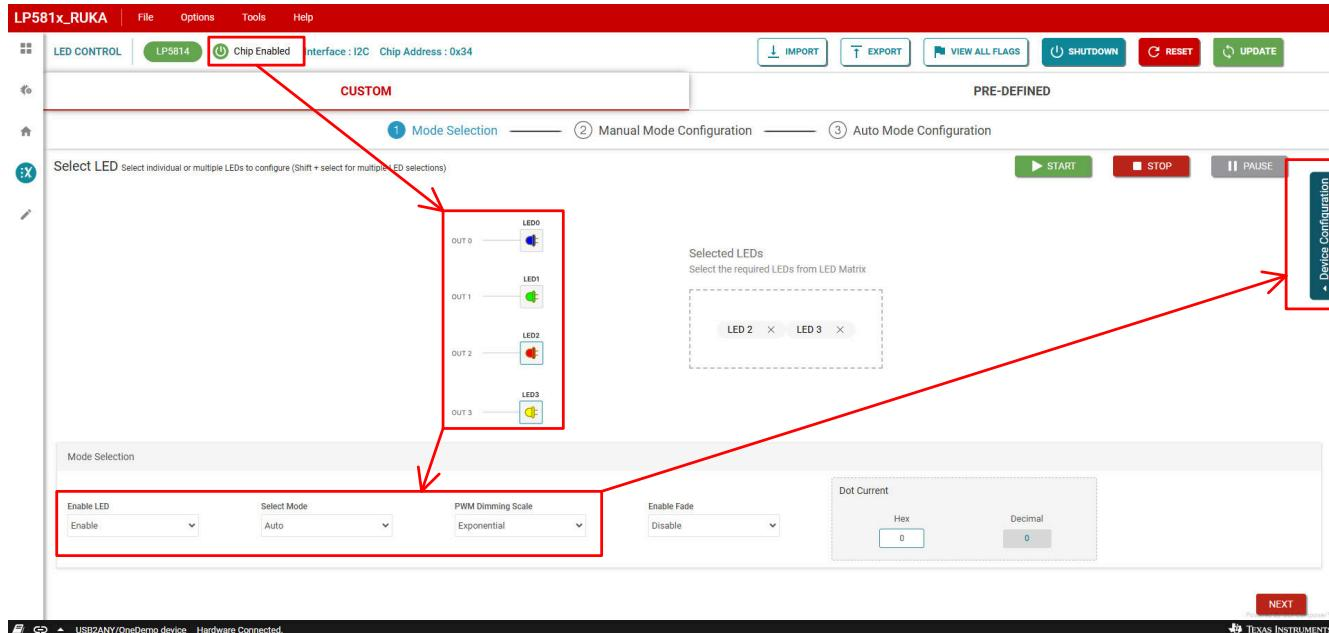

图 3-15. 芯片使能和自动模式设置
- 单击 *Chip Enabled* 按钮以启用芯片，如图 3-15 所示。